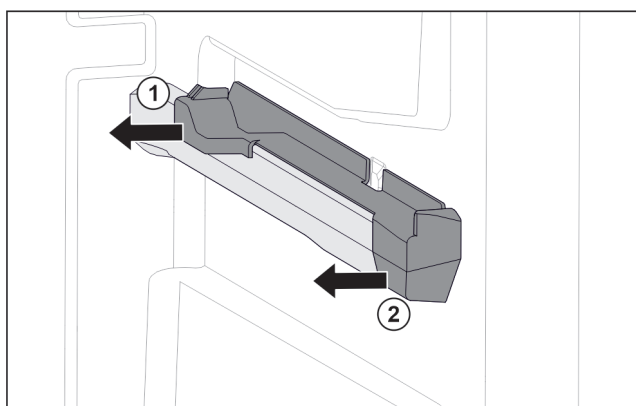

Fig. 118 Nasazovací díl na pravém žebrování na nádoby
- ▶ Stáhněte nasazovací díl vzadu na stranu. Fig. 118 (1)
- ▶ Stáhněte nasazovací díl vpředu na stranu. Fig. 118 (2)